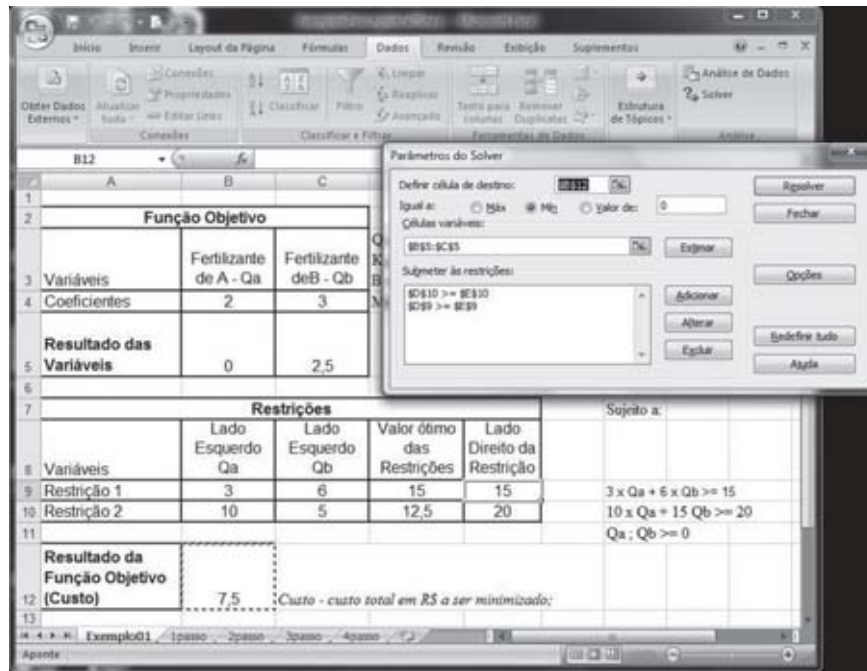
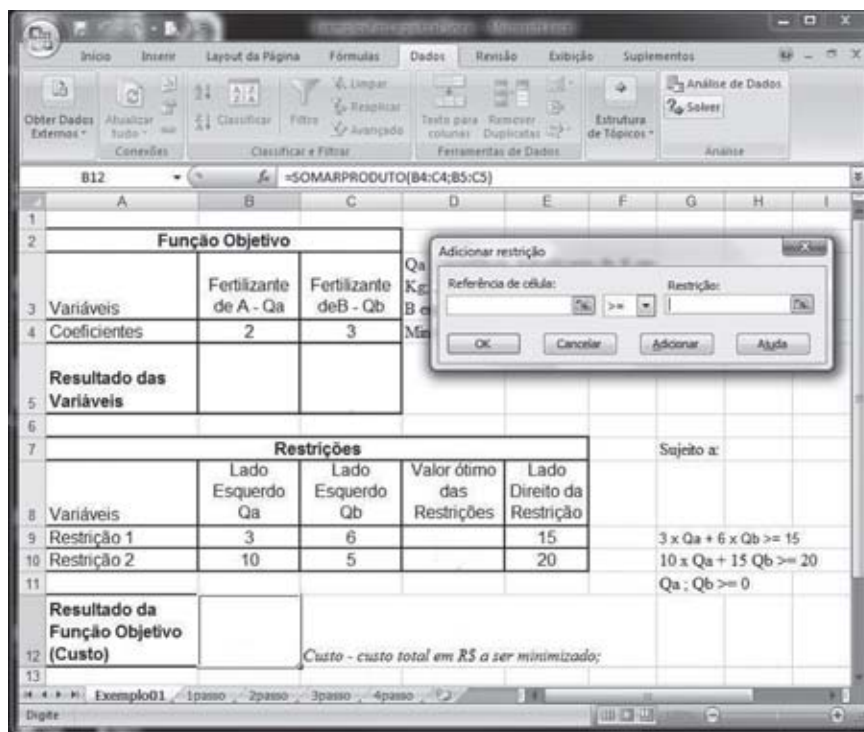
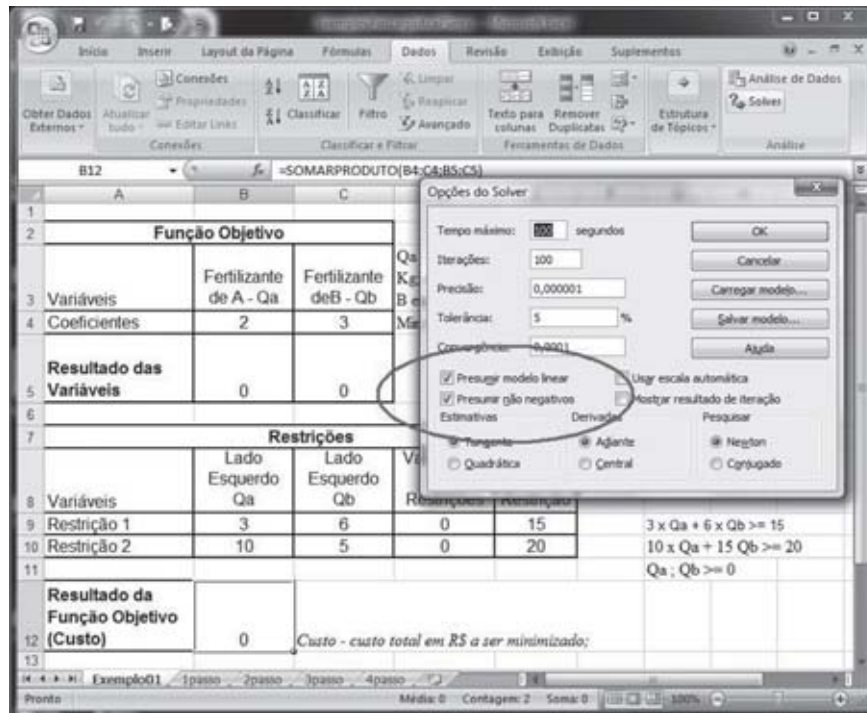
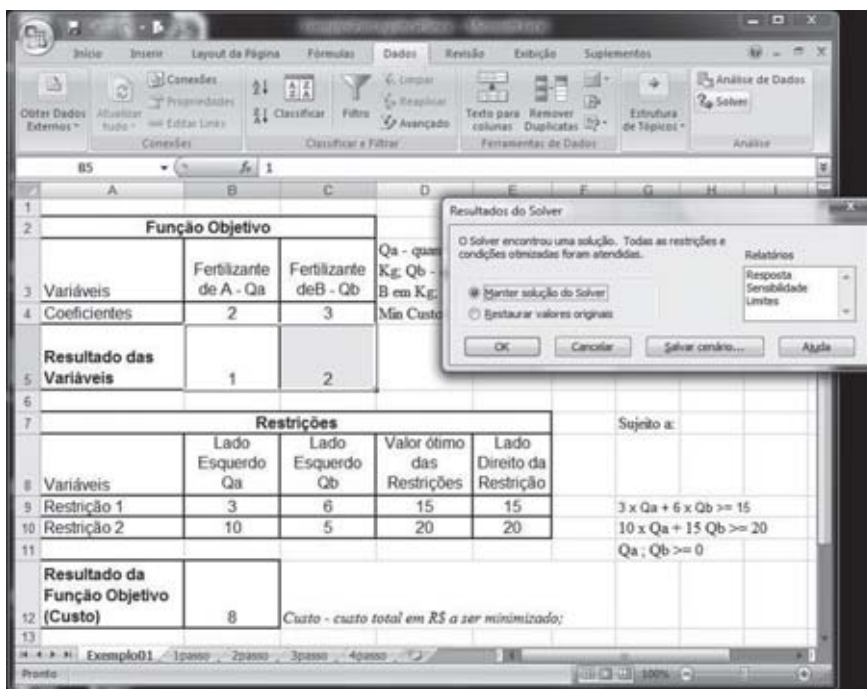

Figura 17: Quinto passo - Entrada dos parâmetros do Solver
Figura 18: Sexto passo – Entrada das restrições no Solver
Figura 19: Entrada das opções para solução do problema pelo Solver
Figura 20: Sétimo passo – Rodar o Solver para encontrar a solução do Modelo de Programação Linear
Quinto passo: você deve dar entrada nos parâmetros do Solver, conforme Figura 17. Se você estiver usando o Excel do Windows XP, vai encontrar o Solver no item de menu **Ferramentas**. No caso do Excel do Windows Vista, você vai encontrar o Solver no menu **Dados**, normalmente no canto esquerdo da tela. Para não ficar colocando uma figura a cada entrada de parâmetros do Solver, decidimos colocar somente a Figura 17 e depois, com base nela, apresentamos os parâmetros que você deve ir digitando no Excel. Na tela do Solver, à sua direita, na parte superior, você verá os seguintes parâmetros:
- ▶ **Submeter às restrições:** é o local onde você vai informar as restrições do problema. Para essa situação, você verá na Figura 17 como entrar com as restrições.
Para a entrada das restrições no Solver, você deve clicar o botão **Adicionar** e então aparecerá a tela que pode ser vista na Figura 18, na qual você verá a tela de **Adicionar Restrição**. Nessa tela, você vai digitar no espaço do lado esquerdo, **Referência de célula**, o valor \$D\$9, que é o espaço que você deixou para o Solver calcular o valor ótimo das restrições. Logo à direita do espaço da **Referência de célula** temos o sinal, que no exemplo da primeira restrição é “>=”. Depois, mais à direita, temos a **Restrição** que representa o valor do lado direito da restrição. No exemplo, a primeira restrição tem o valor da célula \$E\$9. Para o exemplo que você está construindo existem duas restrições, assim você deve clicar no botão **Adicionar** e entrar com \$D\$10, >= e \$E\$10 e depois clique no botão **Ok**. Você então retornará para a tela da Figura 17.
Depois disso, você deve clicar no botão **Opções**, conforme a tela da Figura 17, e aí aparecerá a tela da Figura 19. Na tela **Opções do Solver** da Figura 19, você deve se certificar de que os campos **Presumir modelo linear** e **Presumir não negativos** estejam marcados com \checkmark . Para este curso, não é necessário que
Sétimo passo: você deve encontrar a solução do problema. Neste momento, você já entrou no Excel com todos os dados necessários para que ele possa executar seu modelo de dados. Agora, você deve clicar no botão **Resolver** na tela da Figura 19 para aparecer outra tela, que pode ser vista na Figura 20. Como você pode reparar na Figura 20, o Solver já calculou a resposta, ou seja, as células B5 e C5 já foram preenchidas com os valores ótimos para a quantidade de fertilizante do fornecedor A e do fornecedor B, respectivamente. Além disso, ele também preencheu o valor da Função Objetivo, célula B12, que representa o custo mínimo alcançado. Mantenha a opção **Manter solução do Solver** e clique no botão **Ok**, se quiser, imprima sua planilha com o resultado do modelo.
3. **Submeter às restrições:** você deve clicar no botão **Adicionar** e entrar na tela, semelhante à da Figura 18.
Esses são os dados que devem entrar nas restrições. Após tê-los digitado, não se esqueça de clicar no botão **Opções** e se certificar de que os campos **Presumir modelo linear** e **Presumir não negativos** estejam marcados com , conforme você fez a partir da Figura 19, do Exemplo 1. Pronto! Mais um modelo conhecido. Se você fez tudo certo, deve chegar à tela de resultados conforme a Figura 22.